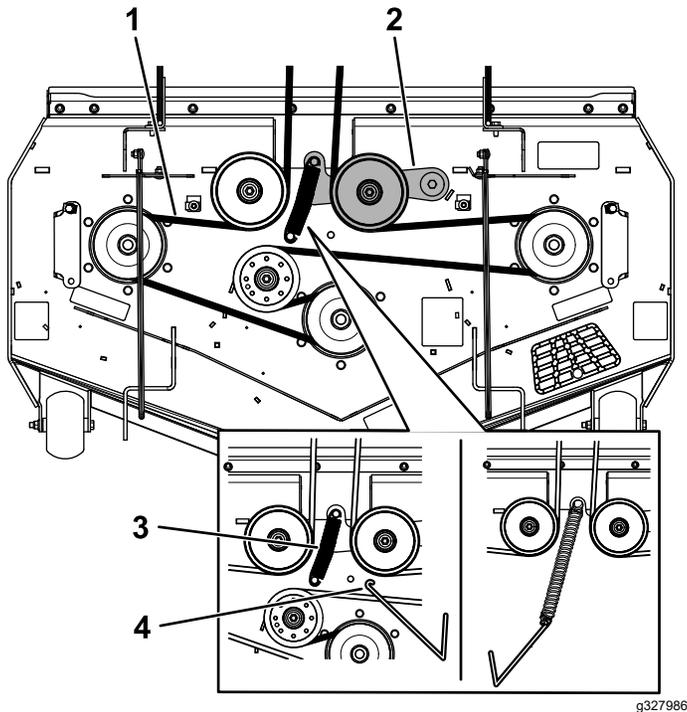

Bild 61
Mähwerkshaken, um die Spannung von der Spanscheibe zu nehmen (Bild 61).
- Legen Sie den neuen Riemen um die Riemenscheibe des Mähers (Bild 61).
- Bringen Sie die Spanscheibenfeder an der Mähwerkstrebe an (Bild 61).